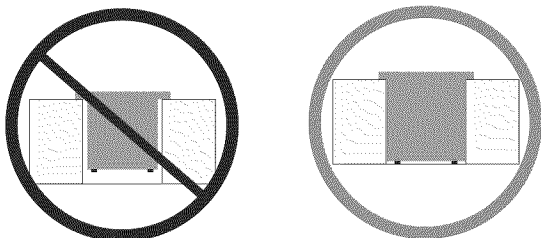

Ilustración 2
**3** Nivele la estufa utilizando las dos (2) patas ajustables delanteras y las dos (2) ruedas ajustables, de manera que la altura del suelo a la parte de abajo del reborde de metal sea de al menos  $1/16$ " (Ilustración 2).
**7** Es imprescindible que el reborde de metal que se encuentra debajo de la cubierta este sobre la cubierta del gabinete. La cubierta no deberá tocar directamente la cubierta del gabinete (vea ilustración 2) de no ser así la fractura de la cubierta anulará la garantía. Nivele la unidad si es necesario.